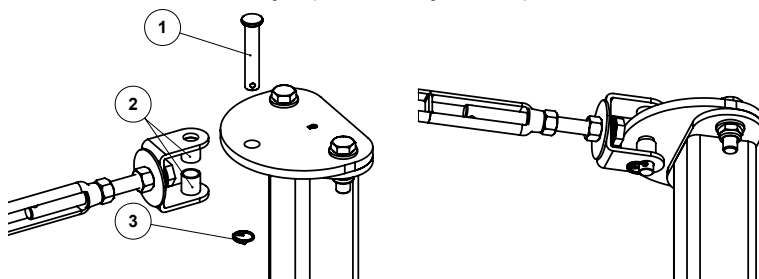

fig. 2.10: Instalação do tensor/indicador de pré-tensão
- Retire o pino (1) e o anel segmentado de segurança (3) no lado do indicador de pré-tensão
- Alinhe novamente a forquilha do tensor com a peça final, monte o pino (1), os espaçadores de plástico (2) e o anel segmentado de segurança (3). (**fig 2.10**).